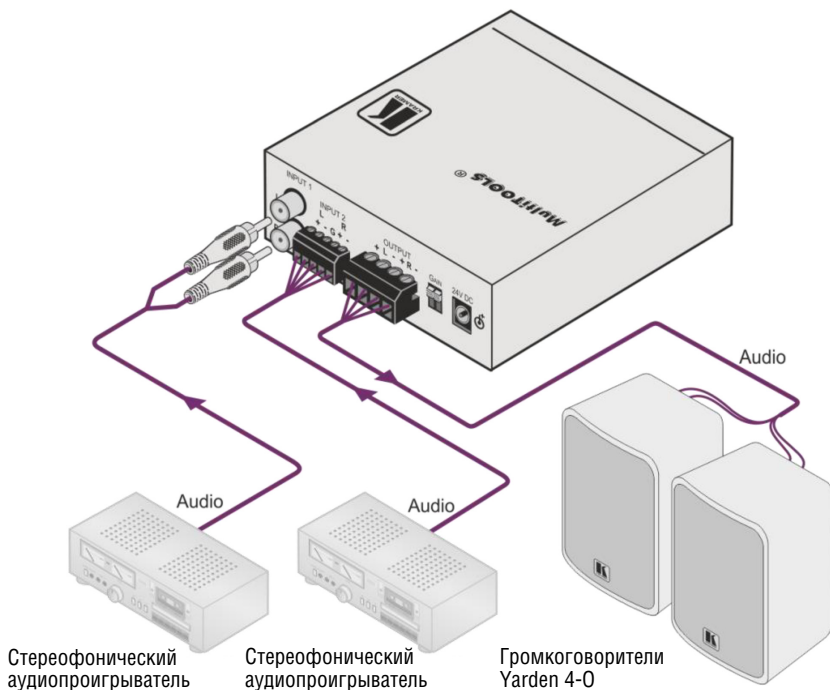

Рис. 7. Подсоединение громкоговорителя Yarden 4-0
6. Повторите шаг 5 для второго громкоговорителя (см. рис. 7).
Имеется возможность непосредственного подключения громкоговорителей к усилителю, например, к усилителю мощности / микшеру Kramer 907xl, как это показано на рис. 7: